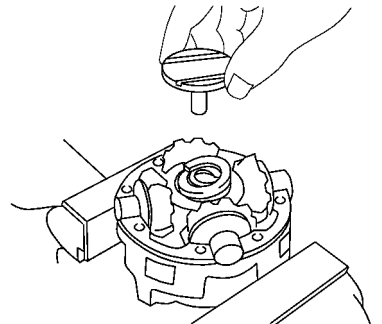

图 14-177 装上弹簧和 RH 挡块
(6) LH 差速器壳的测量方法同上。
(7) 装上弹簧和 RH 挡块，如图 14-177 所示。